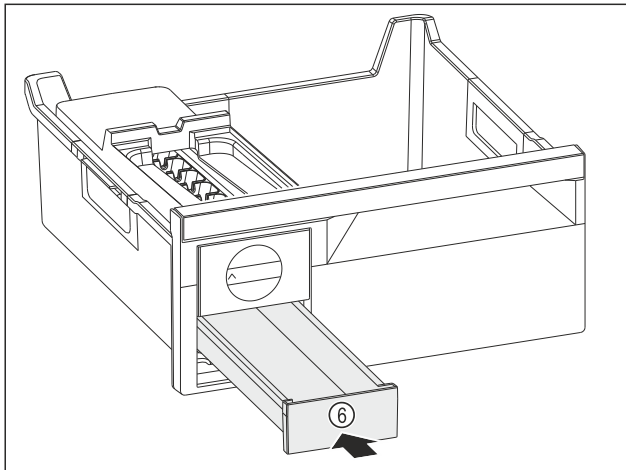

Fig. 146
- ▶ Eiwürfelschubfach Fig. 146 (6) einschieben.